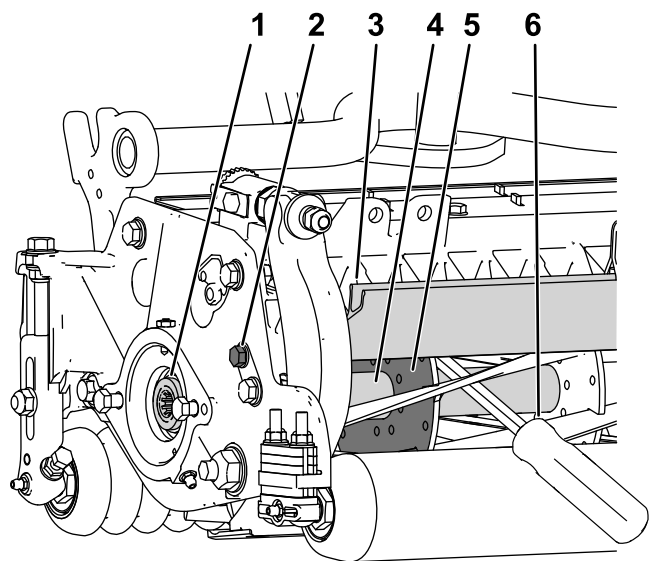

図 42
1. カuttingユニット左側のシールドボルトをゆるめて後シールドを上げる 図 42。
2. 長い柄のバール9 mm x 30 cm 程度のドライバータイプのもの。握りのついているものがよいを用意する。バールは、トルク作業を行う側に近い側で、リールの後ろから差し込むようにする 図 42。
3. リールサポートプレートの溶接されている側からバールを入れ 図 42、